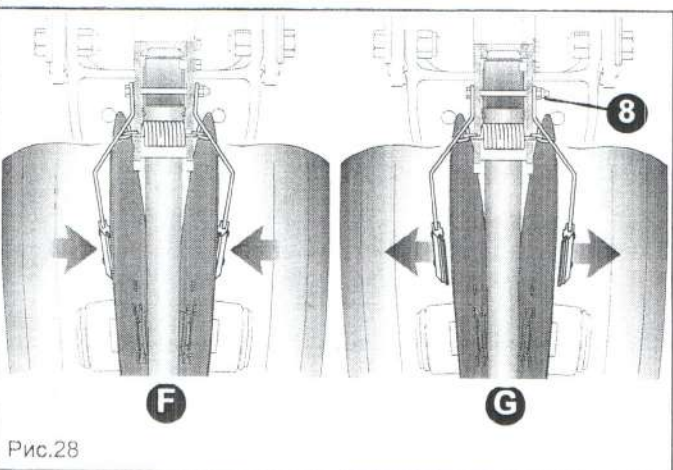

Рис.28
- Поворачивать кулачок (7, рис. 28) на пол-оборота по часовой стрелке, чтобы сдвинуть заделывающие колеса вправо, и против часовой стрелки – чтобы сдвинуть влево.
Посевные элементы поставляются со скребками в рабочей конфигурации (F, рис. 28), то есть прилегающими к дискам бороздоделателей.